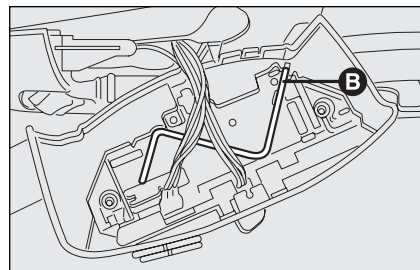
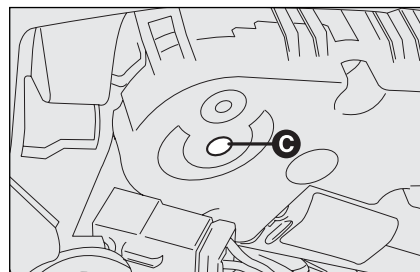

fig. 83
fig. 84
- ☐ empurrando o selector **A-fig. 83** para cima e soltando-o imediatamente depois (reinicia o movimento interrompido em precedência);
- ☐ introduzir a adequada chave de emergência **B-fig. 83** (situada dentro do plafonier) na sede **C-fig. 84**;